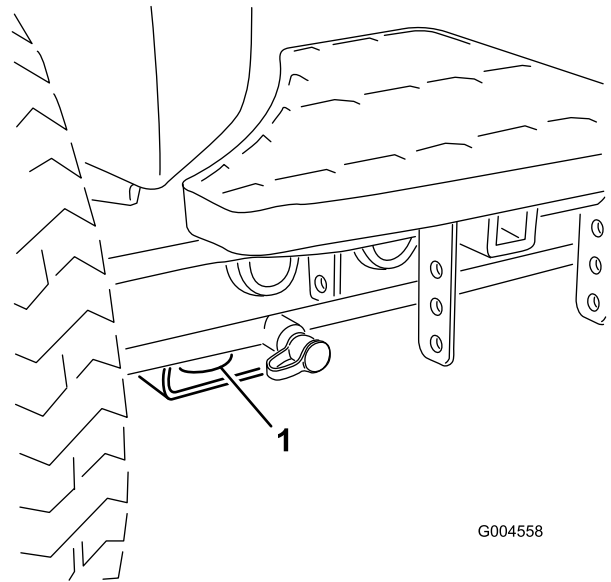
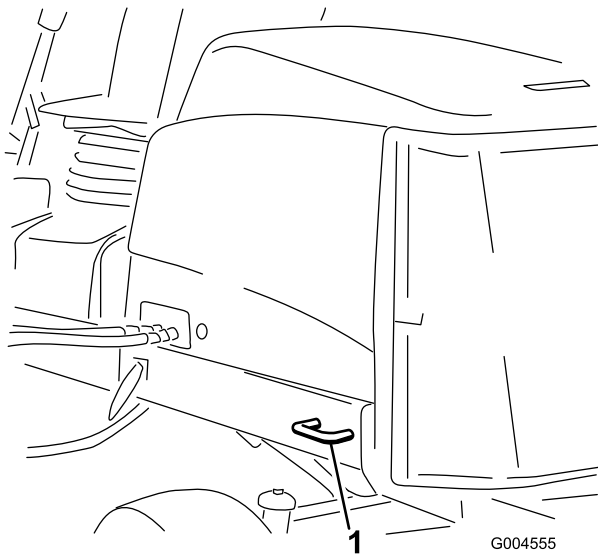

Figura 37
Figura 38
5. Utilice los puntos de amarre metálicos de la máquina para sujetar la máquina firmemente al remolque o al camión con correas, cadenas, cables o cuerdas (Figura 37 y Figura 38).
- Delantero – el orificio del bloque rectangular, debajo del tubo del eje, al interior de cada rueda delantera (Figura 37)
- Detrás – en cada lado de la máquina, en el bastidor trasero (Figura 38)